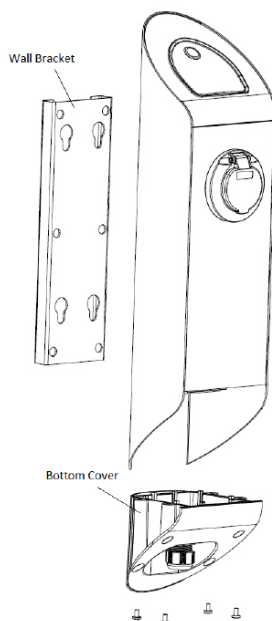

Figure 1
- 1- Retirez le couvercle inférieur et le support mural comme indiqué dans la Figure 1.